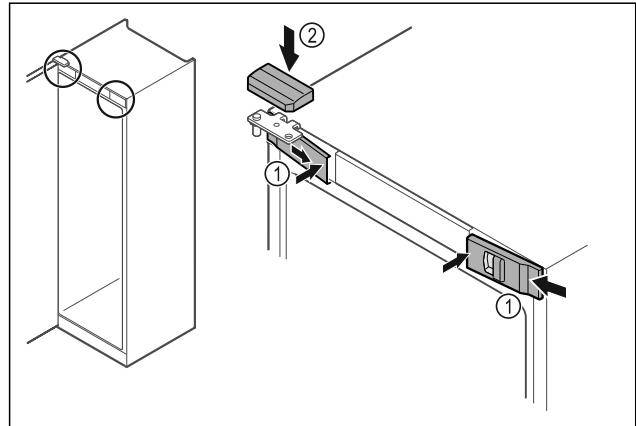

Fig. 51
- Зацепите сбоку и защелкните передние крышки *Fig. 51 (1)* с внутренней стороны.
- Защелкните верхнюю крышку *Fig. 51 (2)* сверху.